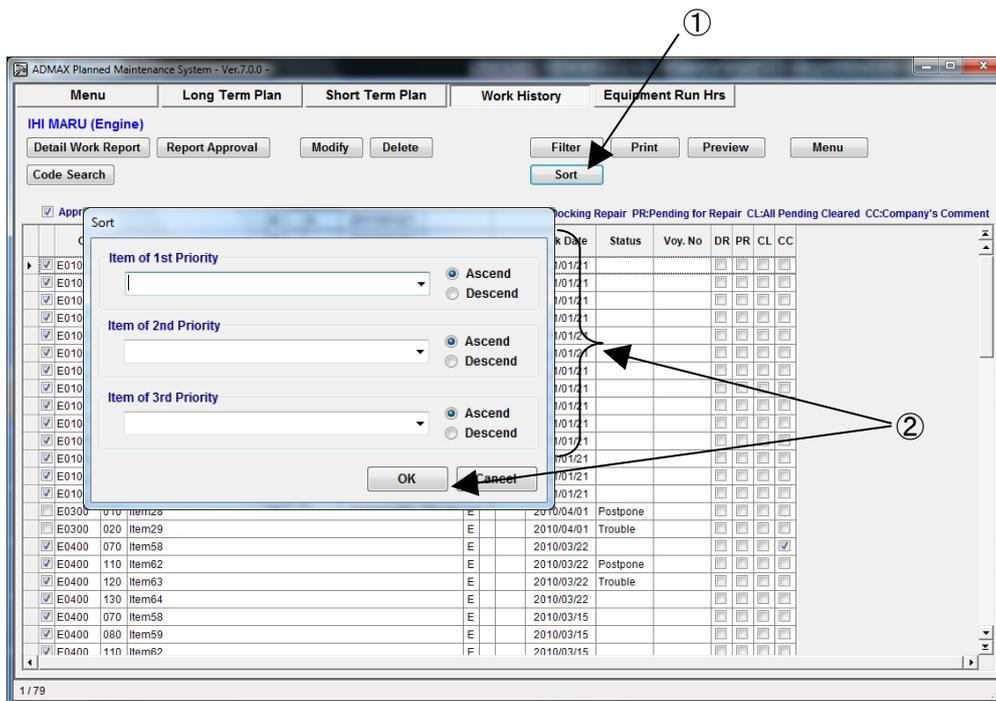

図 16-5 Work History 画面
- (1) "Work History"画面(図 16-5)で、[Sort]ボタンをクリックしてください。
- (2) 優先順位を3項目まで設定することができます。設定後、"Ascend" (昇順) 又は"Descend" (降順) を選択し、[OK]ボタンをクリックしてください。
- (3) "Work History"画面に戻り、表示項目がソート条件に従い並び変わります。